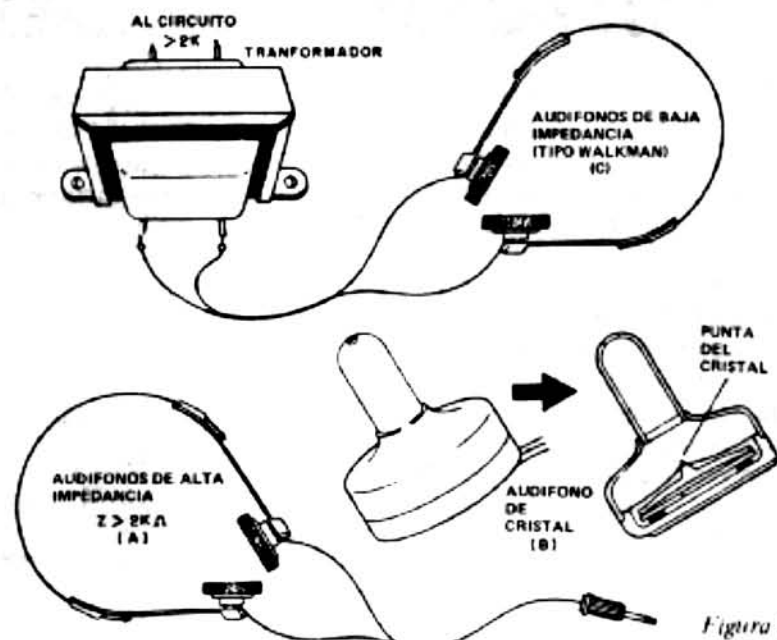

Figura 5
- El audifono puede ser de baja impedancia pero con un transformador con primario de 2.000 a 10.000 ohms y un secundario de 8 ohms. (figura 5).
La antena externa también debe ser larga y debe estar bien puesta a tierra. El audifono debe ser magnético de alta impedancia; o bien, una de las opciones que se muestran en la figura 5.